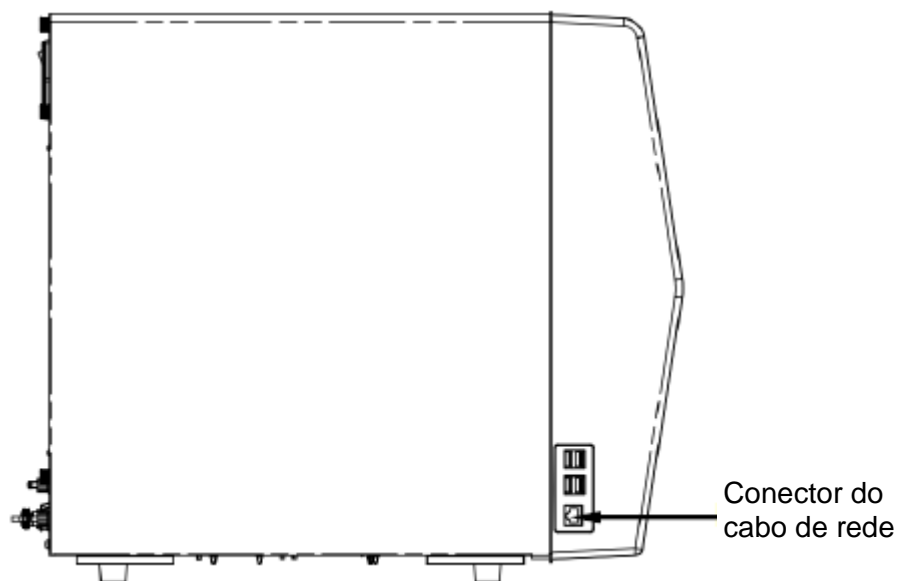

Figura 3-2: Diagrama esquemático da conexão do cabo de rede
- Conecte o analisador à rede com o cabo de rede, conforme mostrado na Figura 3-2;